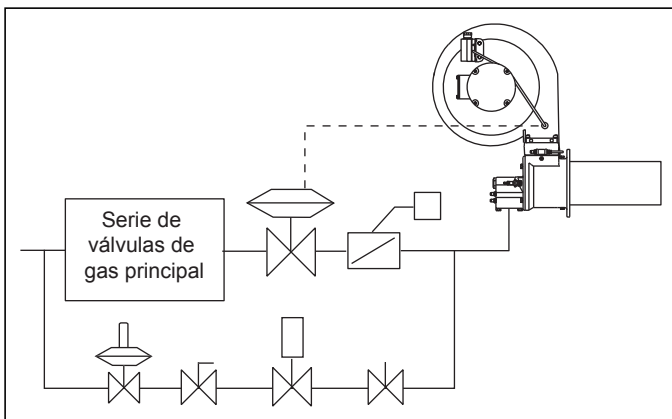

Figura 3.8 Regulador de presión de gas de paso a través del regulador de presión independiente
- Proporcione un regulador de presión de gas de paso. (ver la figura 3.8)